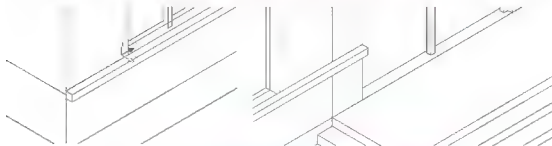

图 6.66 向 X 轴负方向移动 120mm 后的窗台线模型
- (2) 用【移动】命令将窗台线模型向 X 轴负方向移动 120mm，结果如图 6.66 所示。